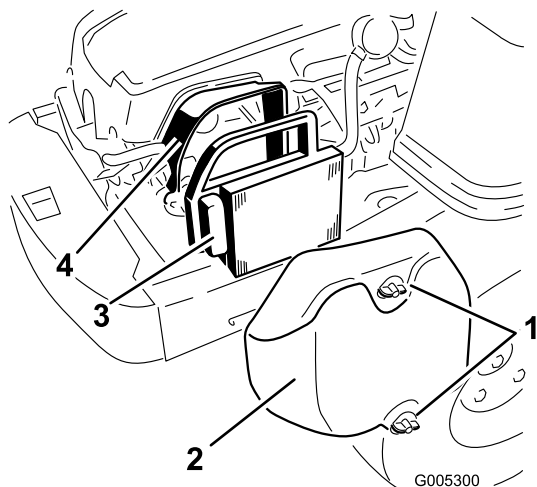

Figura 29
1. Togliete il coperchio del filtro dell'aria (Figura 29).
2. Rimuovete l'elemento del filtro dell'aria con la tenuta in gomma integrale (Figura 29).
5. Installate l'elemento del filtro dell'aria con il lato piegettato rivolto verso l'esterno e appoggiate la tenuta in gomma sui bordi della base del filtro dell'aria (Figura 29).
6. Rimontate il coperchio del filtro dell'aria e fissateli con le due manopole (Figura 29).